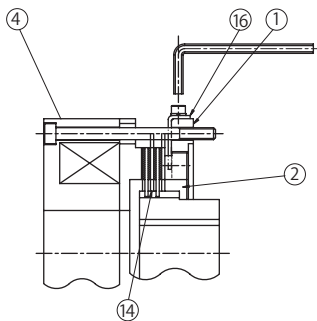

図 8-33
- (1) P74 の手順でブレーキを手動解放します。
- (2) センターリング①外周上にあるストッパー⑯をゆるめ、抜き取ります。ギャップ調整ネジ②がフリーになります。(図 8-33 参照)